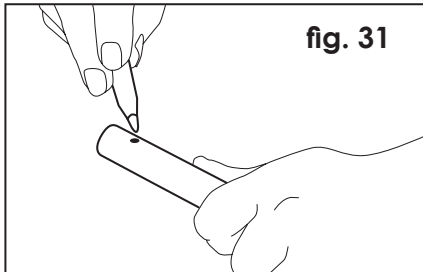

fig. 31
- Die Einstecktiefe des Rohres in den Fitting auf dem Rohr markieren (Maße dem technischen Handbuch der Schweißmaschine entnehmen) (**fig. 31**).